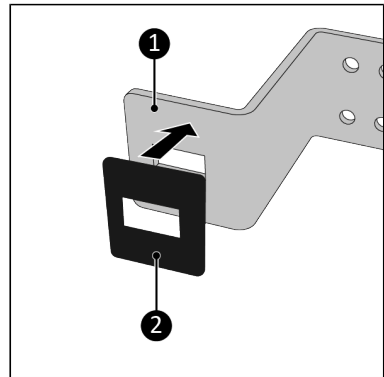

Abbildung 109.
6. Kleben Sie das Schleifpapier (Abbildung 109, Pos. 2) auf die Innenseite des Unterteils der Halterung (Abbildung 109 Pos. 1). Achten Sie darauf, dass das Loch im Schleifpapier mit dem Loch in der Halterung übereinstimmt.